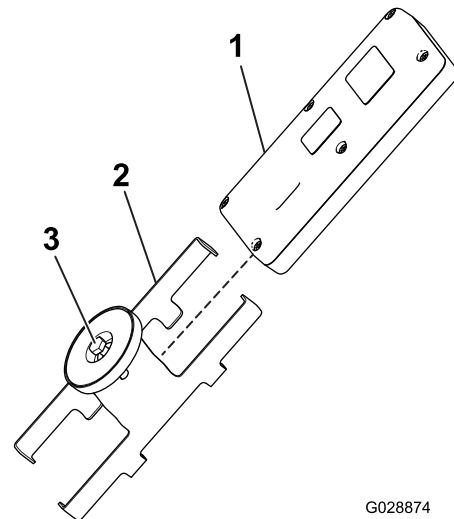

Figura 45
1. Allentate il bullone nel magnete sulla staffa magnetica del telecomando (Figura 45).
2. Fate scorrere i lati della staffa separandoli e rimuovete il telecomando (Figura 45).
8. Montate il telecomando sulla relativa staffa magnetica, fate scorrere le due metà insieme per fissare il telecomando e serrate il bullone nel magnete (Figura 45).